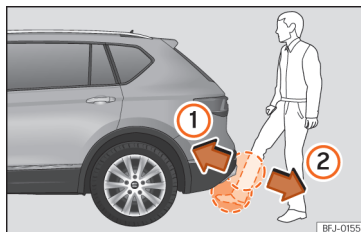

Рис. 79 Кришка багажника з функцією безконтактного відкривання й закривання (Easy Open).
- Одним швидким рухом підведіть одну ступню й гомілку якомога ближче до бампера. Гомілка повинна знаходитися біля верхнього датчика, а стопа — біля нижнього датчика **» рис. 79 ①**.
- Швидко заберіть ступню й гомілку від сенсорів **» рис. 79 ②**. Кришка багажника автоматично відкривається.